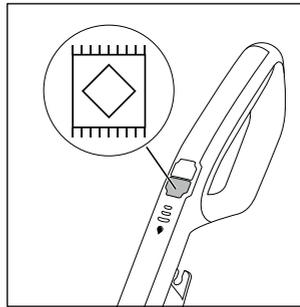

Fig. 17
- ◆ Para encender el aparato, pulse el interruptor de alfombras/moquetas  **15** (consulte la fig. 17). Tras esto, el led del interruptor de alfombras/moquetas  **15** se enciende en azul.
- ◆ Para apagar el aparato, vuelva a pulsar el interruptor de alfombras/moquetas  **13** (consulte la fig. 17).